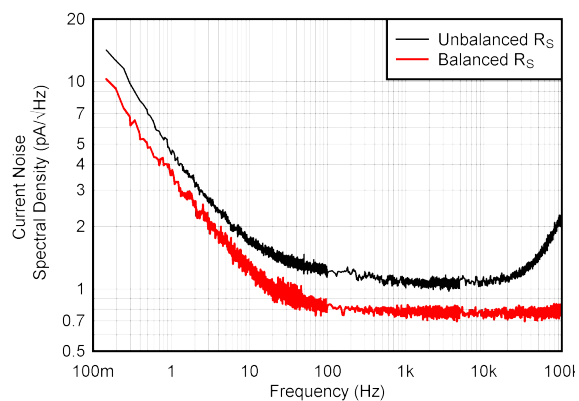

図 7-25. 電流ノイズ・スペクトル密度と周波数 (RTI) との関係
- (7) このパラメータは、高速自動テスト環境でテストされており、長時間の時定数による熱の影響は受けません。熱による影響は、電源電圧、レイアウト、ヒートシンク、エアフロー条件によって異なります。
- (8) RTI の合計電圧ノイズは、 $e_{\text{N(RTI)}} = \sqrt{[e_{\text{NI}}]^2 + (e_{\text{NO}}/G)^2}$  で表されます。
- (9) 不平衡な入力インピーダンスに対して規定される入力電流ノイズ密度。バイアス電流のキャンセルにより、平衡化システムに対するノイズ性能が改善されます。図 7-25 を参照してください。